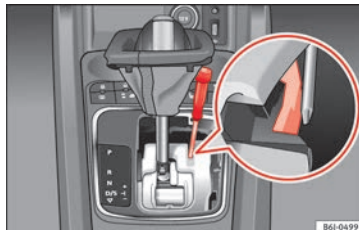

Abb. 46 Notentriegeln der Wählhebelsperre
- Drücken Sie mit einem Finger das gelbe Kunststoffteil in Pfeilrichtung » **Abb. 46**.